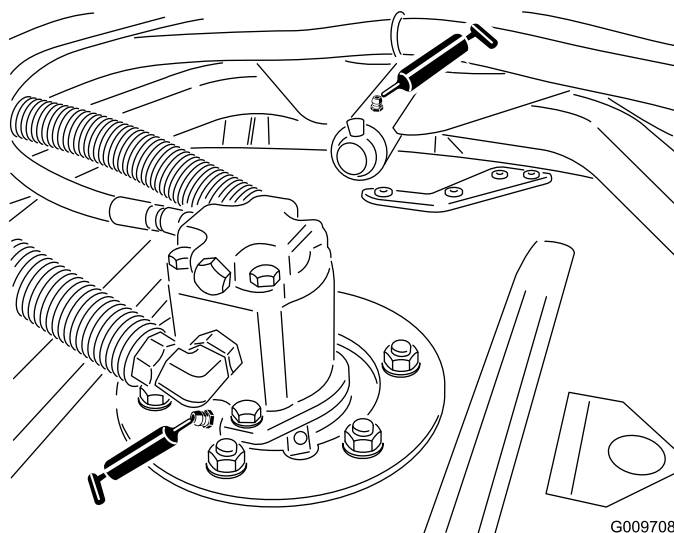

Figure 21
- Roulements d'axes de pivots de plateau de coupe (1 par plateau de coupe) (Figure 21)
- Bagues de bras de bâti porteur de plateau de coupe (1 par par plateau de coupe) (Figure 21).